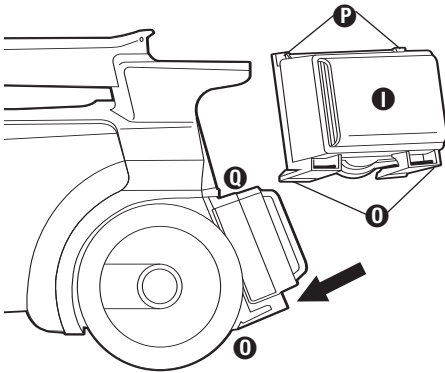

FIG. 14
Step 1: Insert upper filter corner tabs **P** firmly under rear housing tabs **O** (Fig. 14).
Step 2: Pivot filter **1** down until bottom clips **O** on filter click securely into place on the cleaner (Fig. 14).
Étape 1 : Introduisez fermement les onglets de coin supérieur du filtre ❶ sous les onglets arrière du carter ❶ (Fig. 14).
Étape 2 : Faites pivoter le filtre ❶ vers le bas jusqu'à ce que les crochets ❶ s'enclenchent fermement en place sur l'aspirateur (Fig. 14).
Paso 1: Inserte los esquineros superiores del filtro ❶ firmemente debajo de las lengüetas traseras del alojamiento ❶ (Fig. 14).
Paso 2: Haga pivotar el filtro ❶ hacia abajo hasta que las presillas inferiores ❶ del mismo calcen firmemente con un clic en su sitio en la aspiradora (Fig. 14).